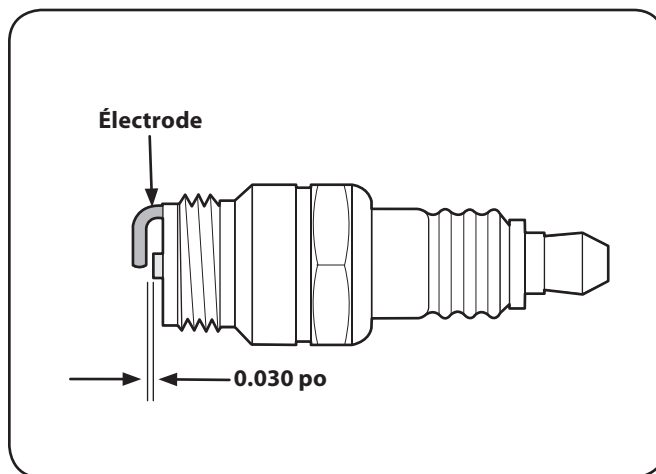

Figure 6-5
3. Mesurez l'écartement de la bougie avec une jauge d'écartement. Ajustez au besoin en pliant l'électrode de côté. Voir la Figure 6-5. L'écartement doit mesurer 0,030 po.